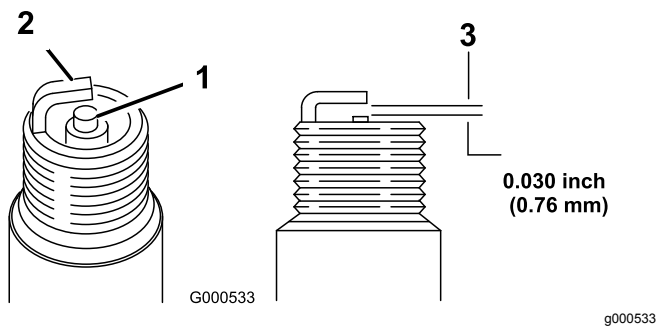

Figura 26
5. Ajuste la distancia entre los electrodos a 0,76 mm, según se muestra en Figura 26.